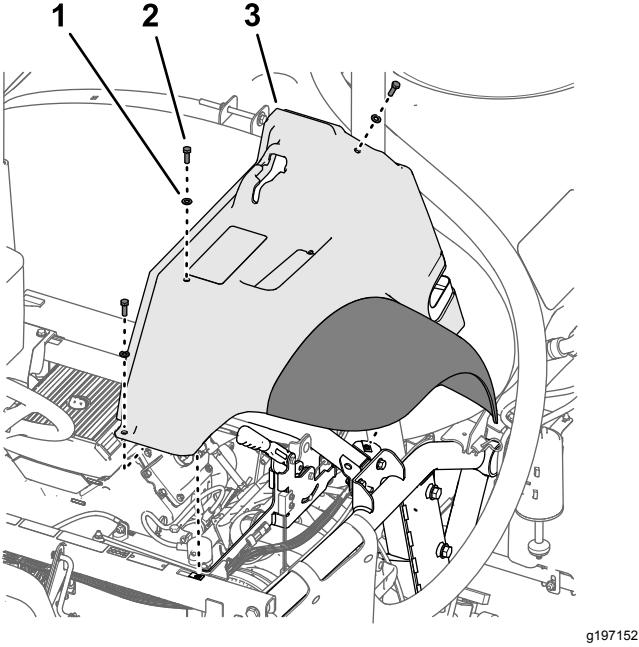

图11
2. 拆下将挡泥板固定至机器机架的 3 个螺栓 $5/16 \times 1$ 英寸和 3 个垫圈 $5/16$ 英寸图11。